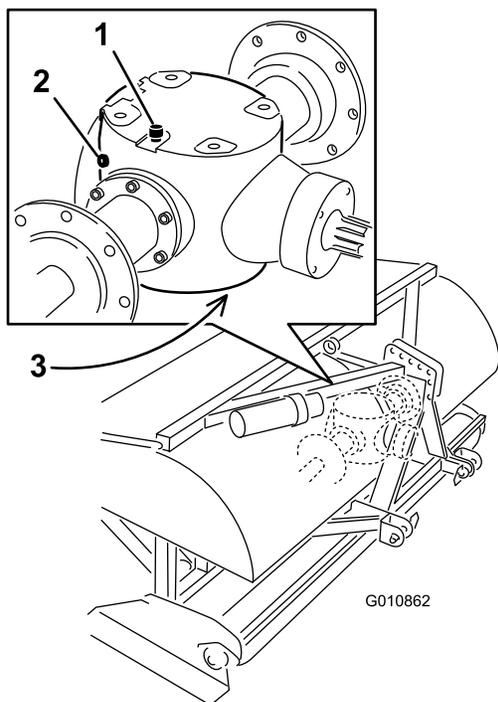

Рисунок 45
2. Выверните пробку контрольного отверстия коробки передач (Рисунок 45).
- Проследите за тем, чтобы масло в коробке передач доходило до низа контрольной пробки (Рисунок 45).
- Во избежание загрязнений очистите пробки контрольного и заливочного отверстий (Рисунок 45).